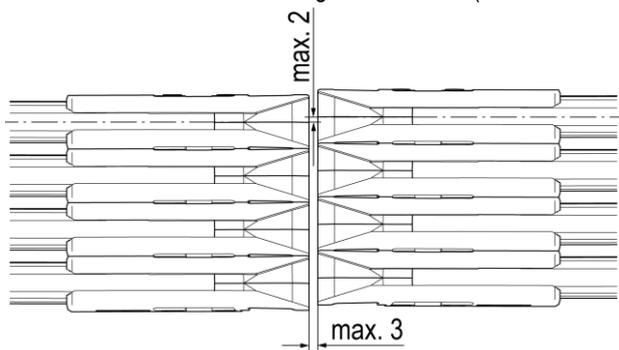
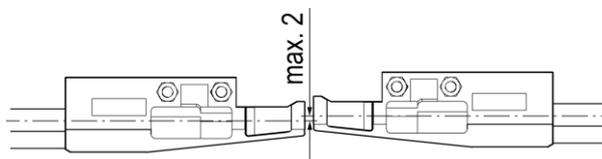

Abb. 78: Maximale Abweichung horizontal
Abb. 79: Maximale Abweichung vertikal
- Abstand der gegenüberstehenden Endkappen nicht größer als 3 mm (siehe Abb. 78)
- Höhen- und Seitenversatz nicht größer als 2 mm (siehe Abb. 78 und Abb. 79)